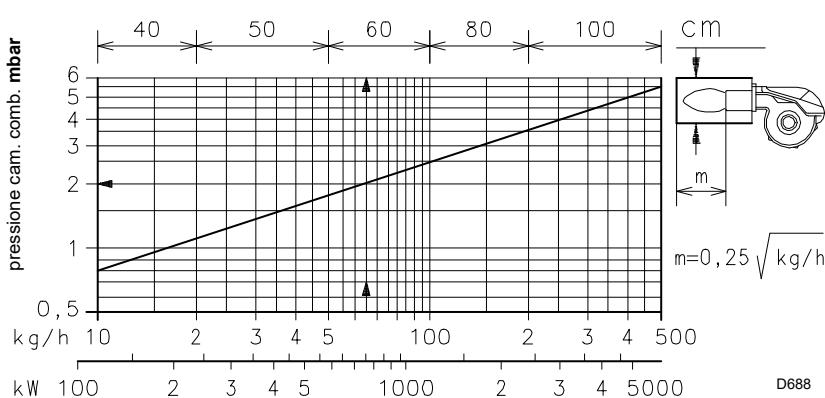

Fig. 4
3.4.1 Caldaia di prova (Fig. 4)
Riportiamo in (Fig. 4) diametro e lunghezza della camera di combustione di prova.